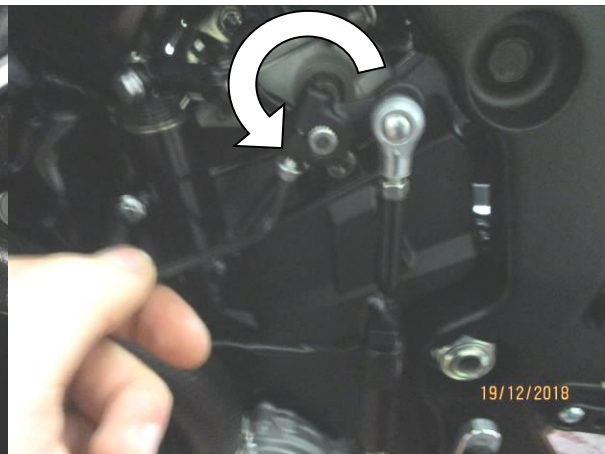

Abbildung 8
- Das Schaltgestänge um 180° drehen und wieder montieren wie in Abbildung 8 abgebildet. Mit der Originalschraube befestigen.